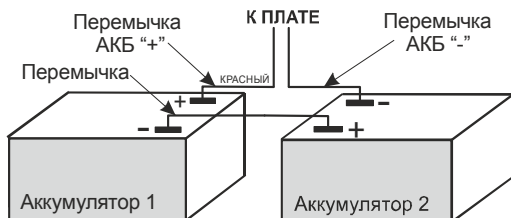

Рисунок 2. Последовательное подключение двух аккумуляторов.
- последовательно соединить 2 АКБ, используя перемычки, входящие в комплект поставки (см. рис. 2);